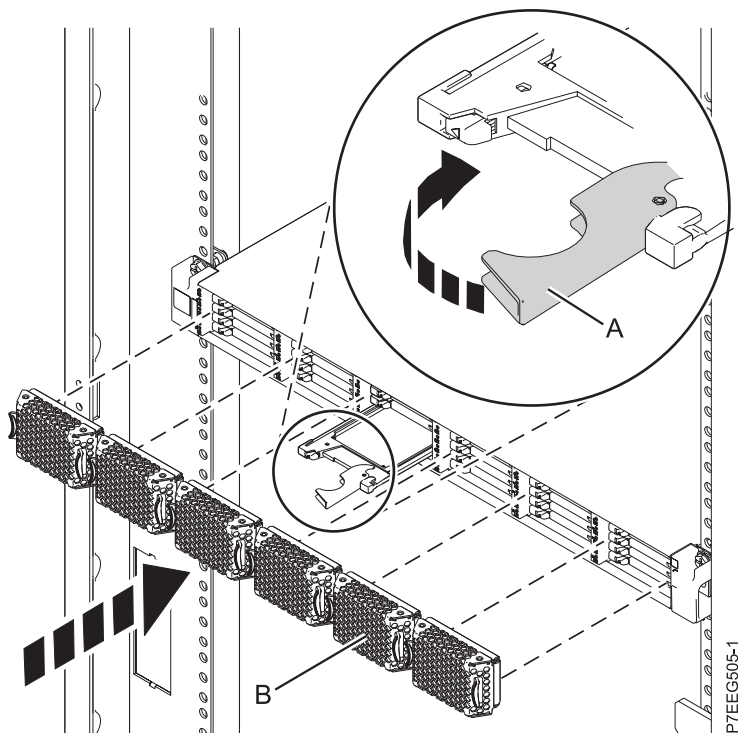

Figura 18. Instal·lació d'una unitat d'estat sòlid a Allotjament d'emmagatzematge PCIe 5888
1. Amb la nansa en posició desbloquejada, alineu la unitat d'estat sòlid amb les guies de l'allotjament. Consulteu Figura 18 a la pàgina 32,
3. Feu girar la nansa (A) fins a la posició de bloqueig, tal com es mostra a Figura 18 a la pàgina 32.
4. Instal·leu la tapa bisellada (B).